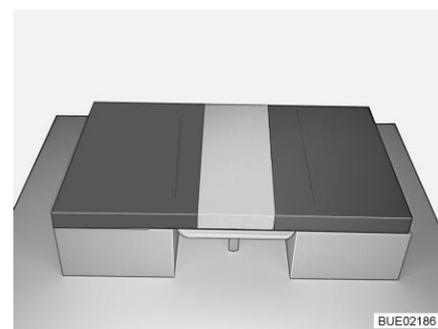

Fig. 106 Después de la transformación
- Colocar un cojín del respaldo entre los cojines de asiento sobre la mesa (véase Fig. 106).